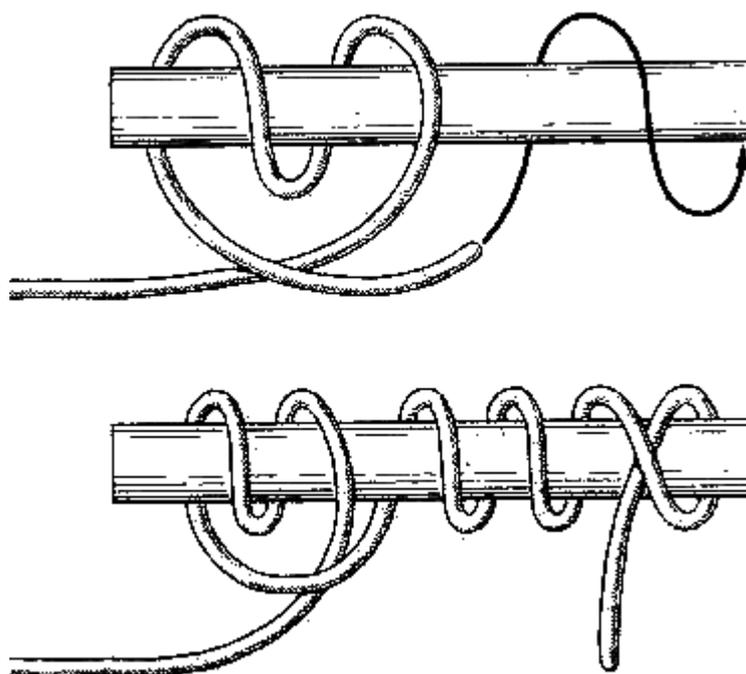

Рис. 60. Стопорный узел
**Стопорный узел** (рис. 60). При выполнении различных судовых работ на палубе иногда возникает необходимость задержать находящийся под натяжением трос. Это выполняется с помощью другого троса, прикрепляемого стопорным узлом к тросу, который нужно задержать. Если тяга троса, который нужно остановить, будет вправо, то ходовой конец стопорного троса кладут сверху троса шлагом влево, ютом делают еще шлаг и ходовой конец стопорного троса ведут навстречу первому и второму шлагам, в зажим их, а далее вправо вокруг троса в обвивку, делая еще один-два шлага, и в двух-трех местах кладут прочные схватки или закрепляют “под себя”.